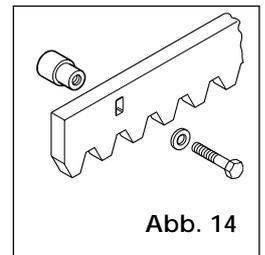

Abb. 14
4.4.1. VERSCHWEISSBARE STAHL-ZAHNSTANGE (Abb. 14)